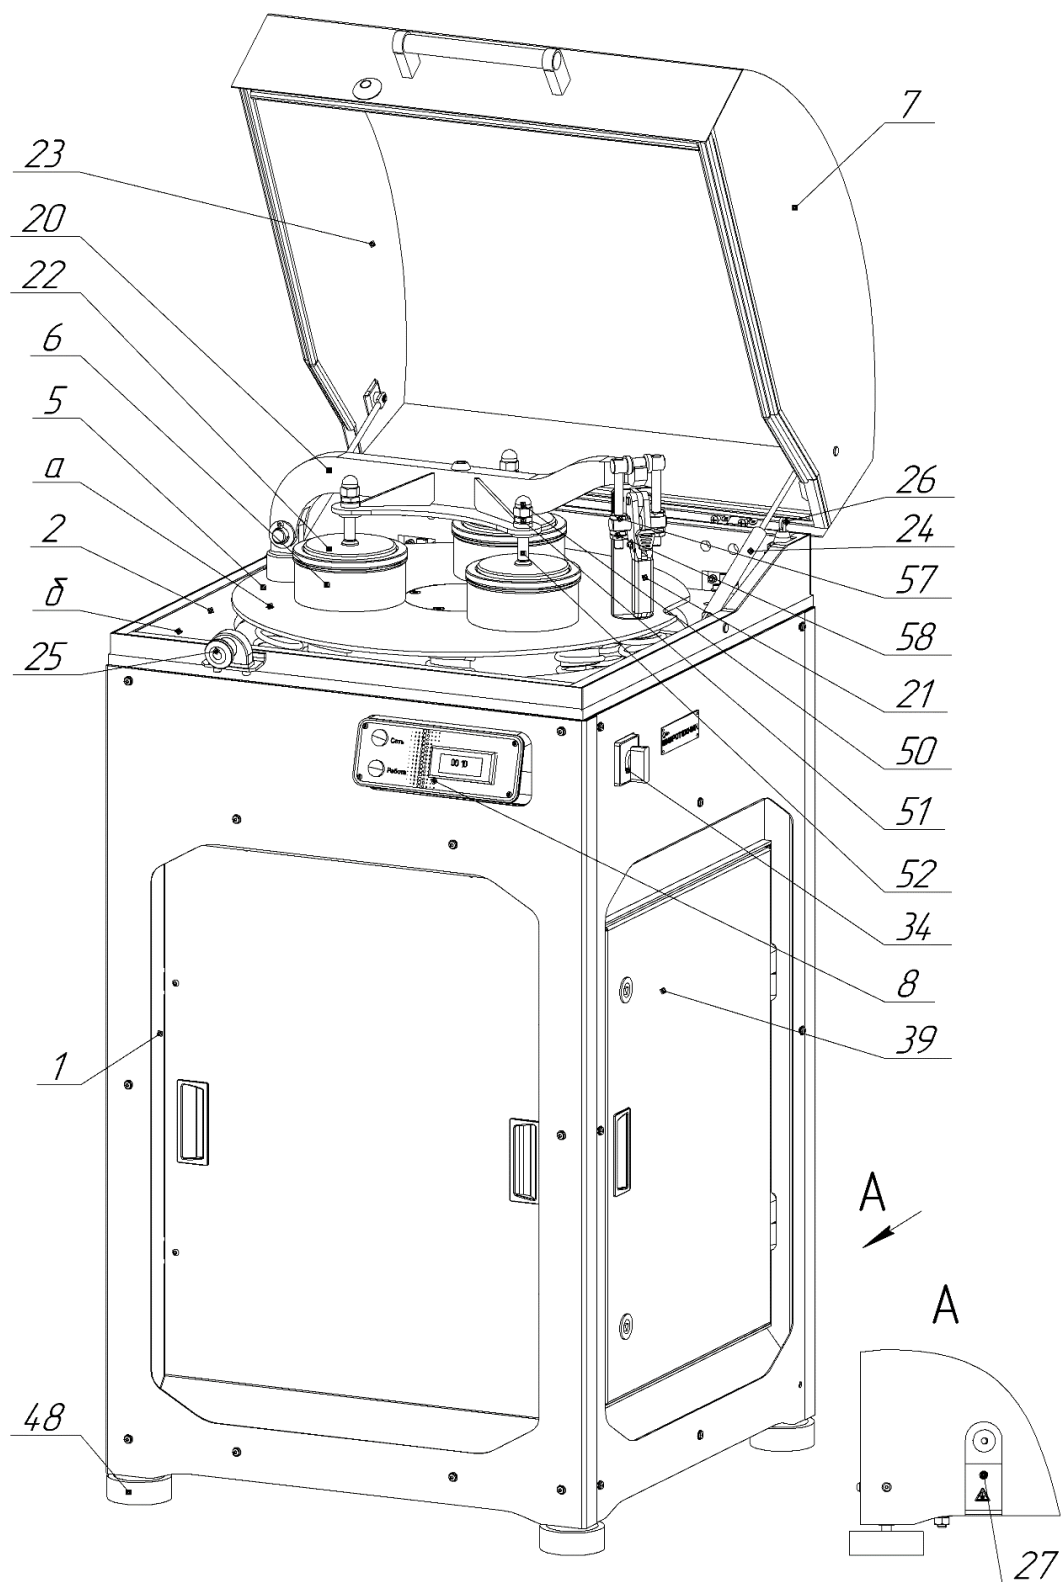
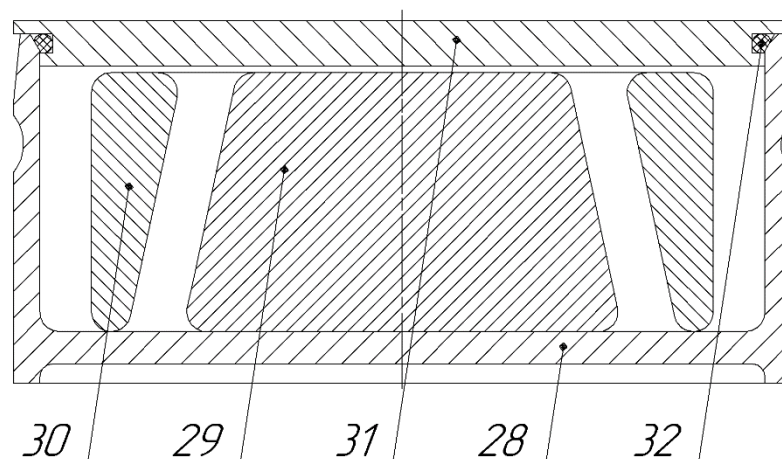
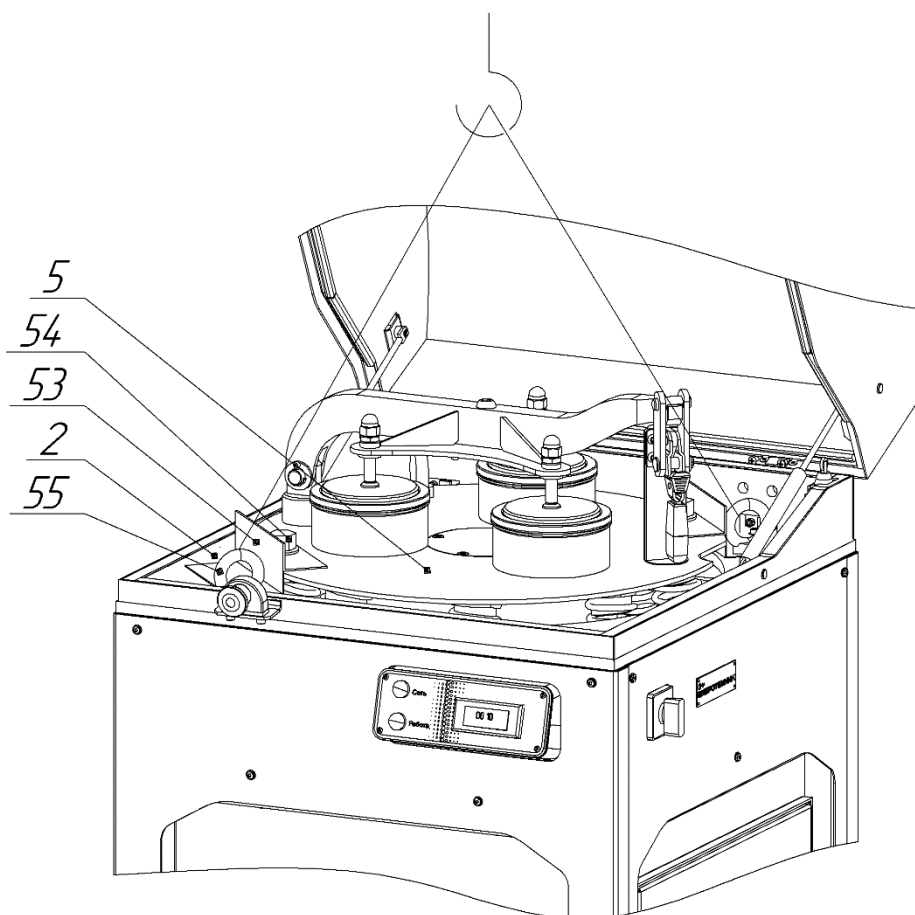

Рис. 1 – Общий вид Истирателя ИВ ЗМ
Рис. 2 – Чаша в сборе.
Рис. 3 – Транспортное положение
2.3.1 Поднять крышку 7 (рис.1) до упора.
2.3.11 Откинуть крышку 7 (Рис.1).
- а. извлечь чаши в сборе 6 (Рис. 1);
Выключить Истиратель и отсоединить его от электросети и провода заземления. Удалить остатки материала со всех поверхностей Истирателя. Заполнить кольцевые зазоры между стенками чаши 28 (Рис. 2), роликом 29 и кольцом 30 наполнителем, препятствующим перемещению кольца и ролика внутри чаши (поролон, бумага и т.п.) и закрыть чашу крышкой 31. Установить чаши в сборе 6 на платформу 5 и зафиксировать их прижимом 20. Установить два прижима 53 (Рис. 3), зафиксировав их транспортными болтами 54 к платформе 5 через отверстия «а» (Рис. 1) и рым-болтами 55 к плите 2 через отверстия «б». Закрыть крышку 7 и зафиксировать ее положение защелкой 25 (Рис. 1).
Рис. 1а – Общий вид Истирателя ИВ ЗМ